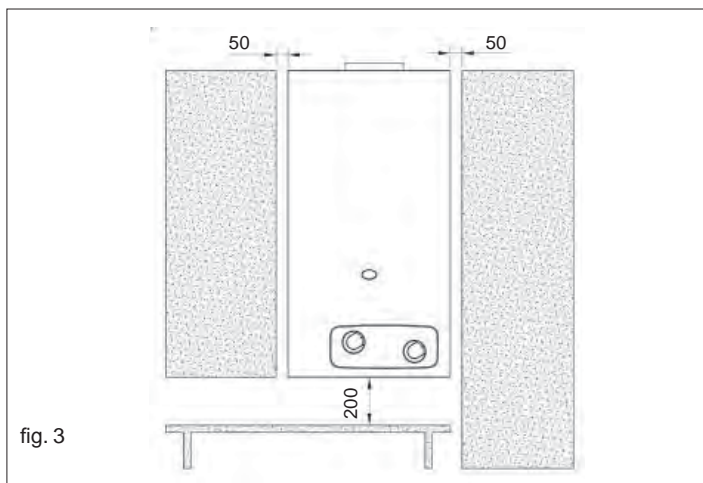

fig. 3
- Per consentire le operazioni di manutenzione è indispensabile lasciare intorno all'apparecchio le distanze minime indicate in fig. 3
- Lo scaldabagno non deve essere mai chiuso ermeticamente in un mobile o una nicchia ma deve essere previsto un adeguato afflusso d'aria (fig. 3)